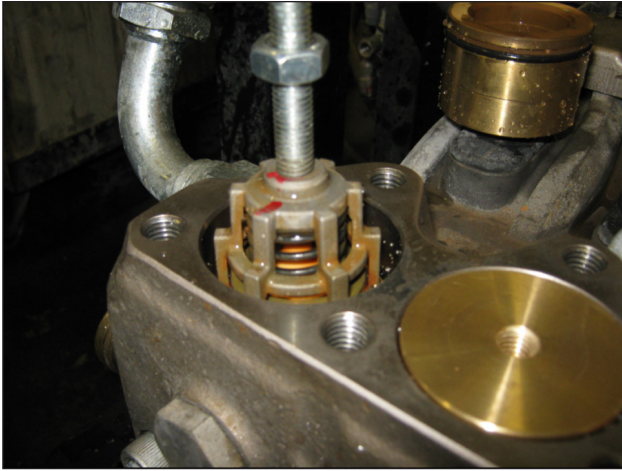

Fig. 19
- Extraia os grupos de válvulas de sucção das bombas KT34-KT36-KT40-KTR40-KT36B-KT40B-WK8-W120120-W100140 usando o martelo perfurador cód. 26019400 combinado com a ferramenta cód. 27513600 (Fig. 19).